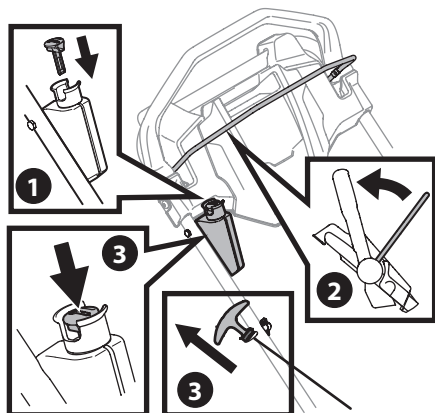

Figura 6
2. Colóquese detrás de la cortadora, tire del control de cuchilla hacia atrás contra el control de transmisión (Figura 6).
- **Arrancador de Retroceso:** Mientras sostiene juntos los controles de cuchilla y transmisión con firmeza, tire de la manija del arrancador de retroceso ligeramente hasta sentir resistencia, luego tire rápidamente para vencer la compresión y evitar el rebote, y encienda el motor. Repita la operación si fuera necesario (Figura 6).
- **Arrancador Eléctrico (si se incluye):** Oprima el botón del arrancador eléctrico para encender el motor (Figura 6).